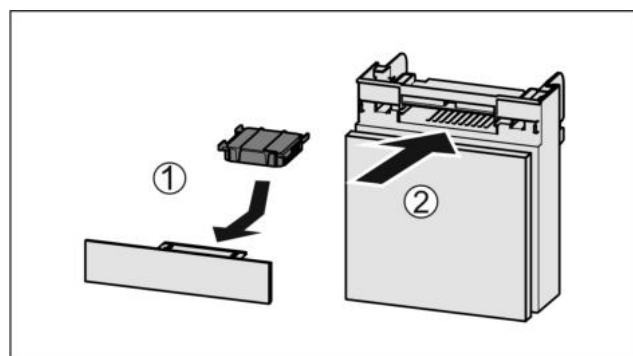

Fig. 57
- ▶ Поставете Fig. 57 (1) филтъра с активен въглен, както е показано на фигурата.
- ▶ Вкарайте Fig. 57 (2) отделениято.